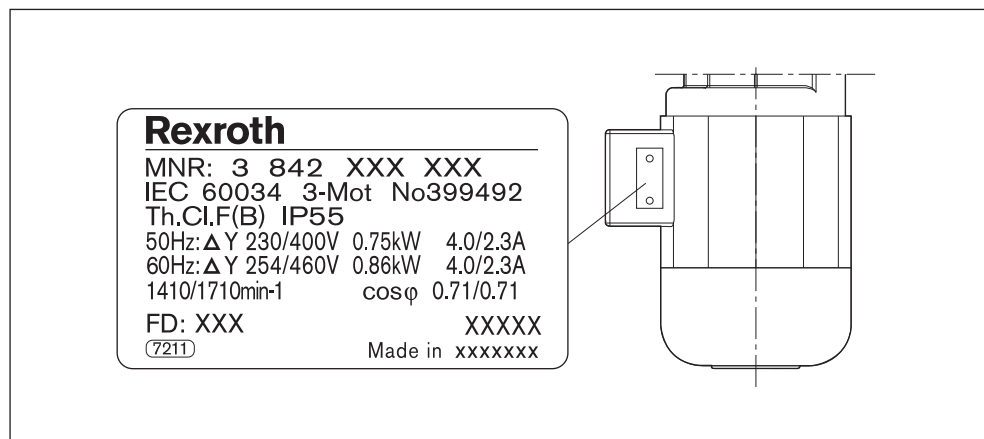

Fig. 9: Targhetta motore (esempio)
- Osservare il voltaggio elettrico sulla targhetta del motore, vedere Fig. 9 a pagina 21.